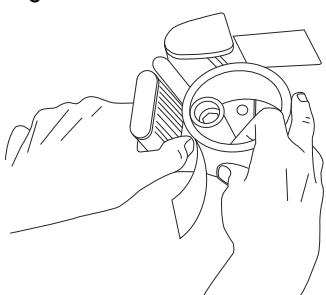

Figure 2
2. With adhesive side down, thread tape between metal guide and roller. (See Figure 2)
2. Avec le côté adhésif vers le bas, enfilez le ruban entre le guide métallique et le rouleau. (Voir Figure 2)